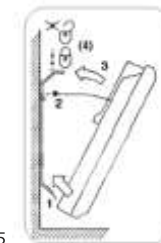

Рис. 6
7. Подвесьте конвектор на кронштейн, для чего приложите нижнюю часть прибора к нижним выпускам кронштейна и вставьте их в имеющиеся в нижней части задней панели прибора вырезы. Выполняя данные действия необходимо держать прибор под углом примерно 50-60 градусов (рис. 6).
8. Поверните прибор в горизонтальной плоскости до совмещения верхних выпусков кронштейна с верхними вырезами в задней панели прибора и слегка нажмите на прибор до щелчка верхних выпусков (рис. 6), после чего закрутите в них винты.